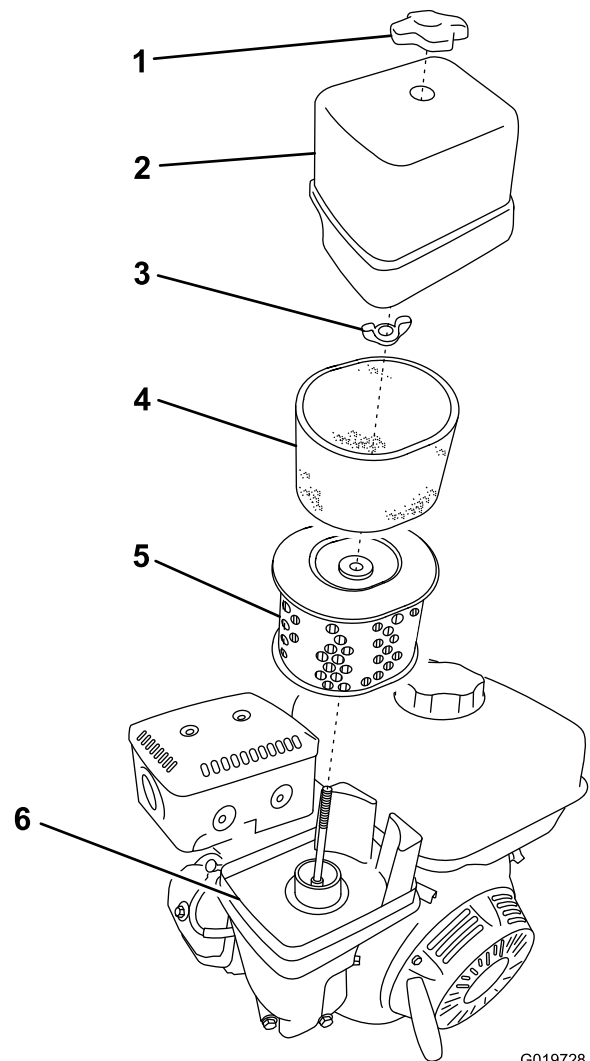

Figura 41
3. Retire la tuerca que sujeta la tapa (Figura 41).
5. Separe cuidadosamente de la base los elementos de gomaespuma y de papel (Figura 41).
6. Separe el elemento de gomaespuma del elemento de papel (Figura 41).